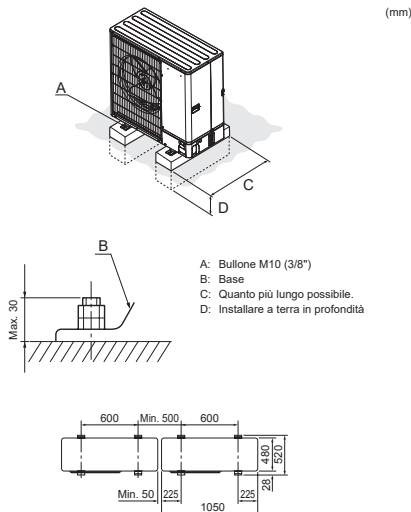

Fig. 4-1
- Installare l'unità su una struttura rigida per evitarne un'eccessiva rumorosità o eccessive vibrazioni. (Fig. 4-1)